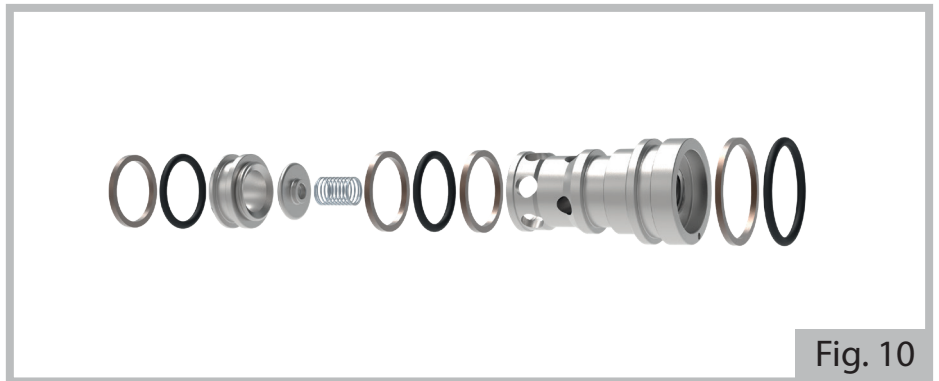

Fig. 10
- a) Insertion des clapets d'aspiration (opération **A** figure 10).
- b) Insertion des sièges des clapets et des bagues d'étanchéité correspondantes (opération **B** figure 10).